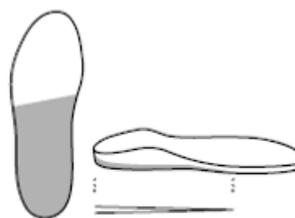
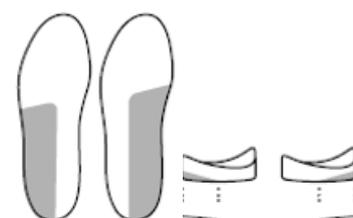

Abb. 1: Fersenerhöhung bis 5 mm
Abb. 2: Außen-/Innenranderhöhung
- Nachdem das Material abgekühlt ist, kann das Aufbaumaterial an der Schleifmaschine zu einem Fersenkeil (Abb. 1) oder einer Innen- oder Außenranderhöhung (Abb. 2) verschliffen werden. Das Material sollte nach vorn zu den Mittelfußköpfchen auf 0 mm auslaufen (Abb. 2).